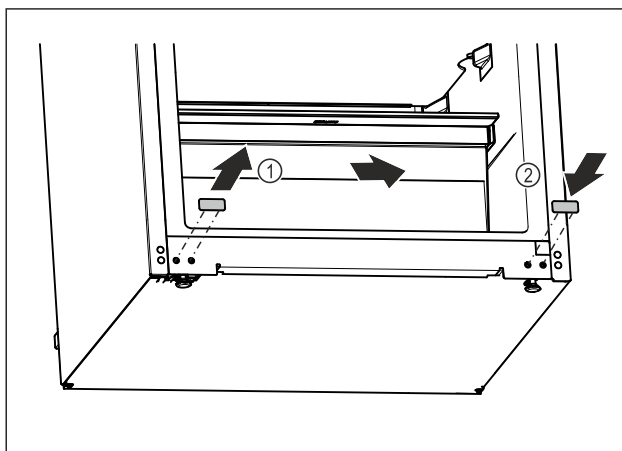

Fig. 18
- Vytáhněte krycí zátku. Fig. 18 (1)
- Zasuňte krycí zátku na opačné straně. Fig. 18 (2)